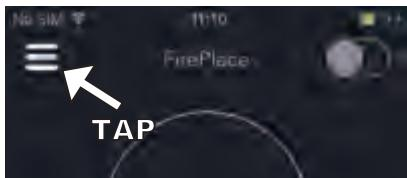

Fig. 1 Appuyez sur le bouton de menu latéral
3. Appuyez sur le bouton de menu latéral (Fig. 1)